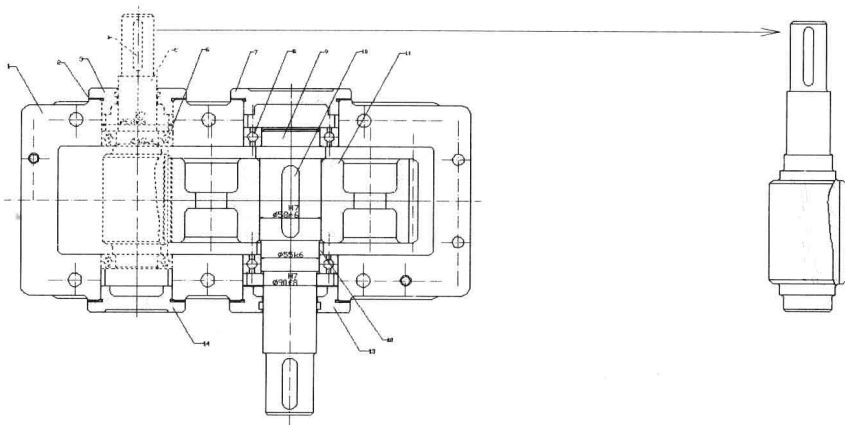

图 4-4-2
(3) 选择菜单命令“编辑/粘贴”，在适当位置单击，剪切或复制的对象即可被粘贴到单击的位置，如图 4-4-2 所示。